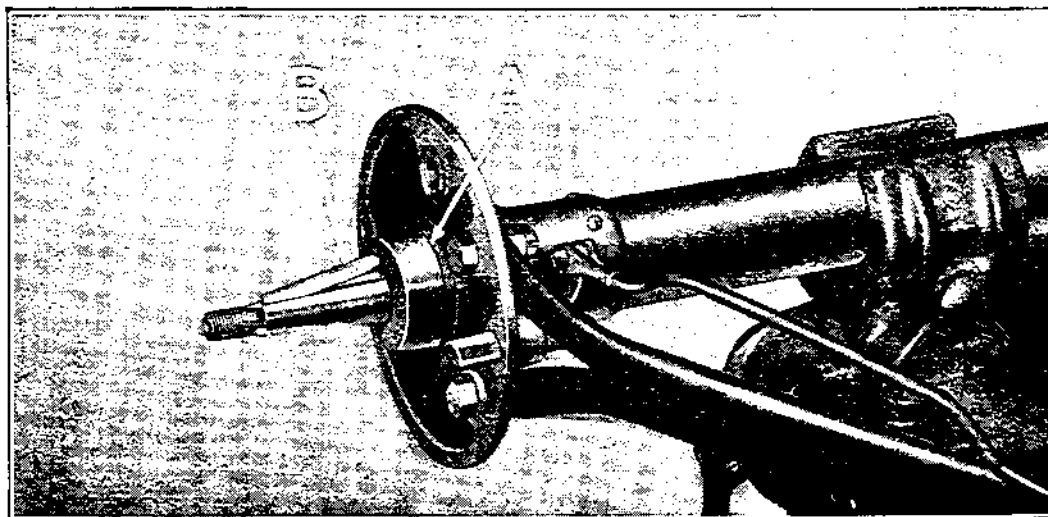

Fig. 358
**638** — Passer le joint de feutre sur l'arbre et le pousser contre l'extrémité du carter. (Voir A, fig. 358.)